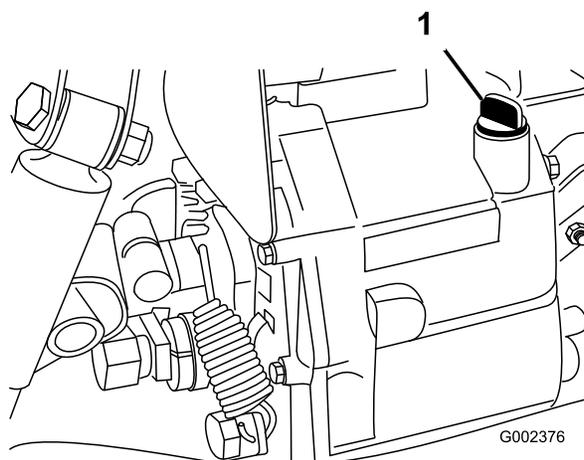

Figura 16
2. Limpe a zona em redor da vareta (Figura 16).